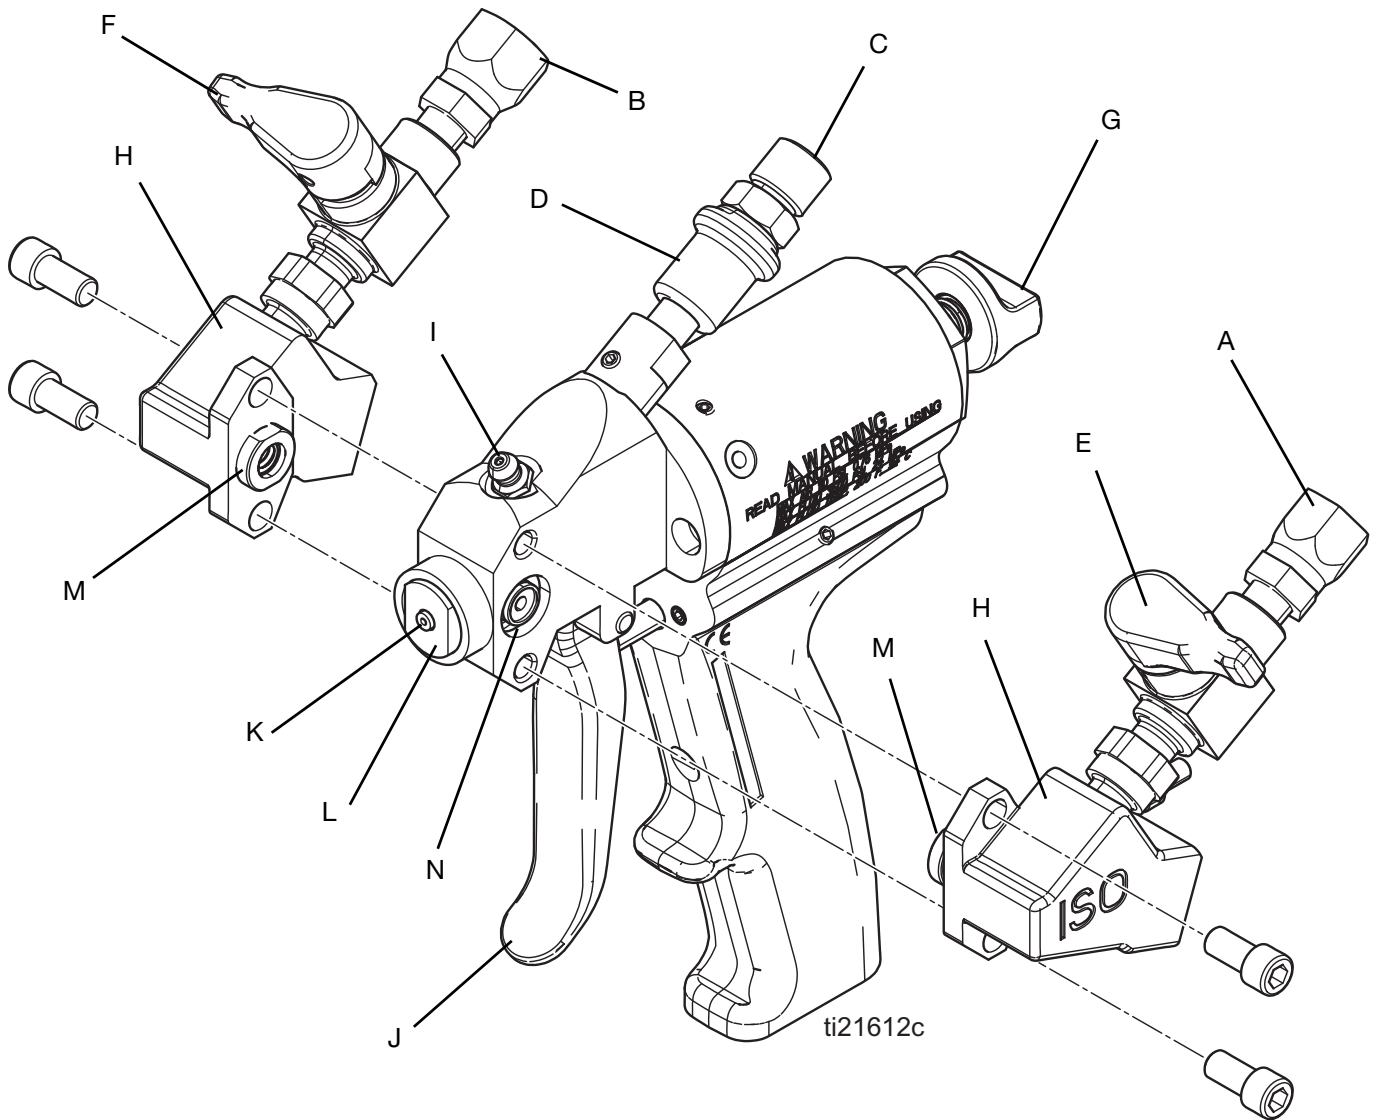

FIG. 1 Componentes da Probler P2
3. Engate o travão de segurança do pistão (G). Consulte **Travão de segurança do pistão**, página 12.
4. Ligue o tubo flexível do lado A do isocianato à ligação do tubo flexível JIC ISO (A) e o tubo flexível do lado B da resina à ligação do tubo flexível JIC RES (B) na P2. Consulte a FIG. 1, página 8.
5. Ligue o tubo flexível de fornecimento de ar de 1/4 pol. NPS incluído com a P2 à ligação do tubo flexível de fornecimento de ar (C). Consulte a FIG. 1, página 8.